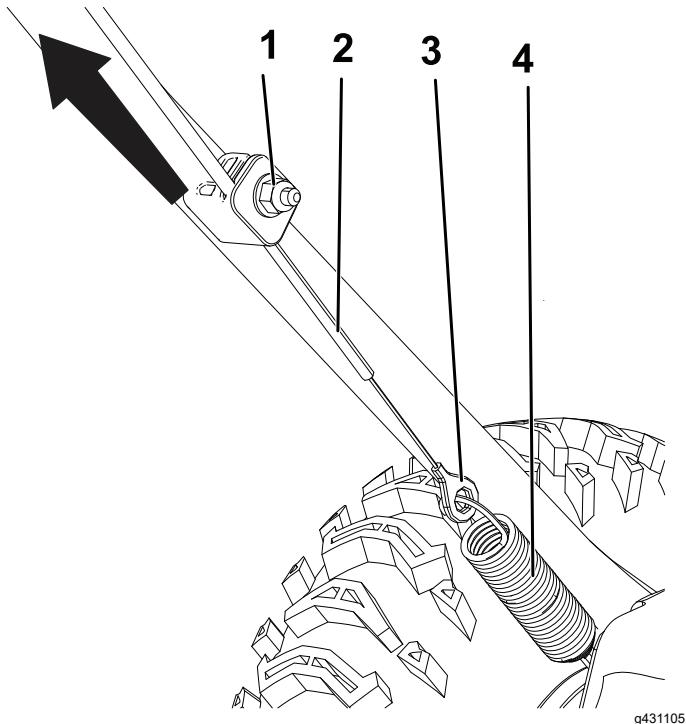

Figura 20
1. Allentate il dado sul serrafile per cavi inferiore ma non rimuovetelo (Figura 20).
2. Tirate il cavo verso l'alto e rimuovete un po' dell'allentamento (Figura 20).
3. Tenete il cavo in posizione e serrate il dado (Figura 20).